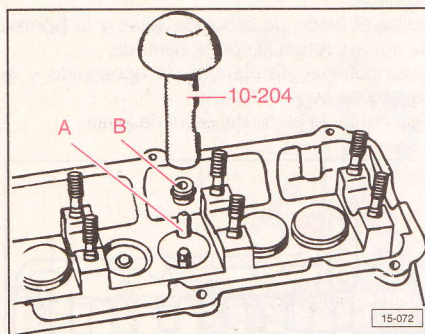

Fig. 2.31
Desmontar las juntas de los vástagos de las válvulas con la herramienta 3047 A (Fig. 2.31). Montar las nuevas juntas de los vástagos de las válvulas.
Insertar el casquillo de plástico (A) sobre el vástago de la válvula. Engrasar con aceite la junta del vástago de la válvula (B), colocarla en el útil de encaje 10-204 (Vástago de válvula de Ø 8 mm) ó 3129 (Vástago de válvula de Ø 7 mm), e introducirla con cuidado sobre la guía de la válvula (ver Fig. 2.31).